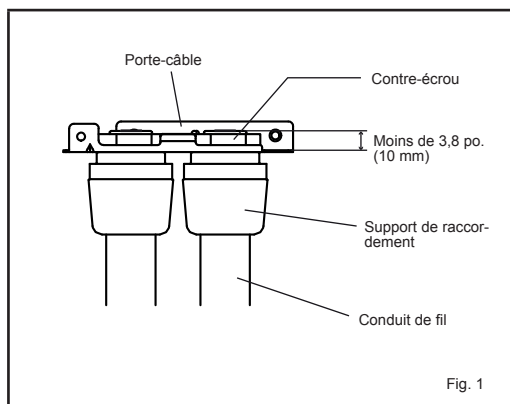

Fig. 1
- Fixer le conduit de fil au support de câble avec un contre-écrou. Le filetage du conduit de fil installée doit être inférieure à 3/8 pouce (10 mm) Fig. 1